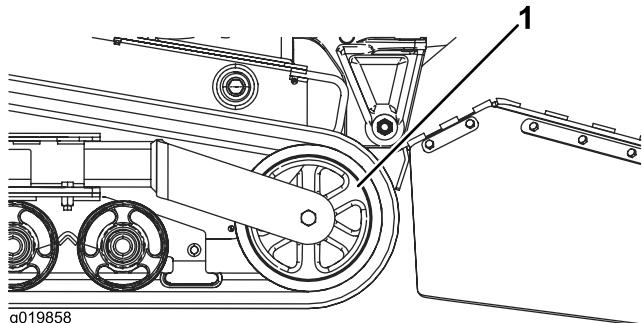

Bild 47
5. Drücken Sie das Spannrad ganz nach hinten (Bild 47).
7. Wenn Sie die Kette vom Spannrad entfernt haben, nehmen Sie sie von der Maschine ab (Bild 47).